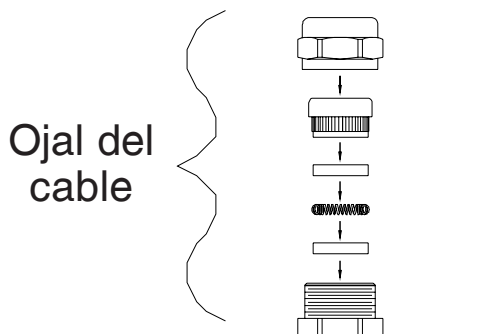

Figura 6: Ojal del cable
1. Retire las piezas del ojal del cable del alojamiento del conector de E/S deseado (vea la Figura 6).
4. Deslice por el cable las piezas del ojal del cable en el orden que se muestra en la Figura 6.